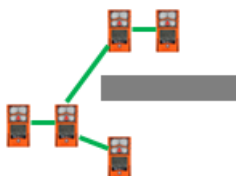

Abbildung 5.6 Peer-Gerätestandorte einer LENS-Gruppe
- In der Einstellung *Manuell* kann das Gerät jeder LENS-Gruppe nach Bedarf beitreten oder diese verlassen (siehe Abbildung 5.6).